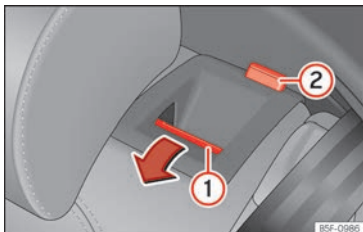

Abb. 62 Rücksitz: Rücksitzlehne vorklappen.
- Entriegelungstaste »» (Abb. 62) ① nach vorn drücken und gleichzeitig die Rückenlehne umklappen. Die Rücksitzlehne ist entriegelt, wenn die rote Markierung des Tasters ② sichtbar ist.